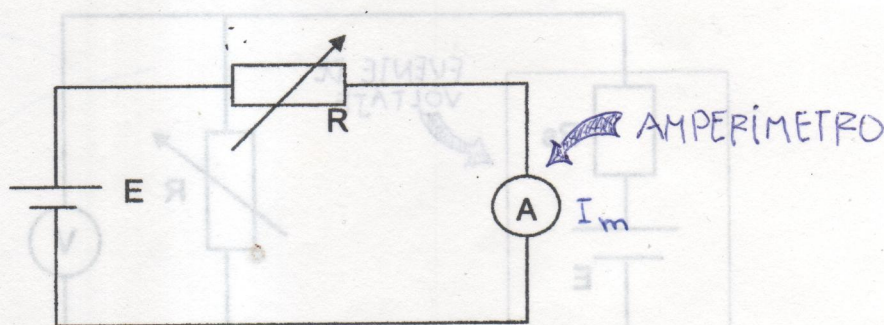

Figura 2. Montaje experimental para determinar la resistencia interna, R_a , de un amperímetro.
Puede demostrarse que la corriente, I_m detectada por el amperímetro de la figura 2 es:
- Mida la salida de la fuente (E)
- Arme el circuito mostrado en la figura 2.